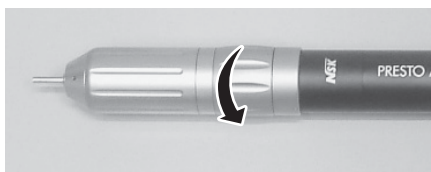

Fig. 14
- 2) Per rimuovere la fresa, è possibile procedere ruotando l'anello di rilascio del mandrino nella direzione indicata dalla freccia come illustrato dalla Fig. 14.